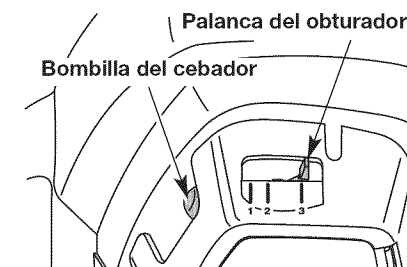

Fig. 11
- Oprima completamente el cebador y suéltelo 10 veces. Hágalo lentamente. Se deberá ver un poco de combustible en el cebador y en las tuberías de alimentación de combustible (Fig. 11). Si no puede ver el combustible en el cebador, oprímalo y suéltelo tantas veces como sea necesario hasta que vea combustible en el mismo.
- Coloque la palanca del obturador en **Posición 1** (Fig. 11).
- Coloque la palanca del obturador en **Posición 2** (Fig. 11).
- Coloque la palanca del obturador en **Posición 3** (Fig. 11) la unidad está lista para usarse.